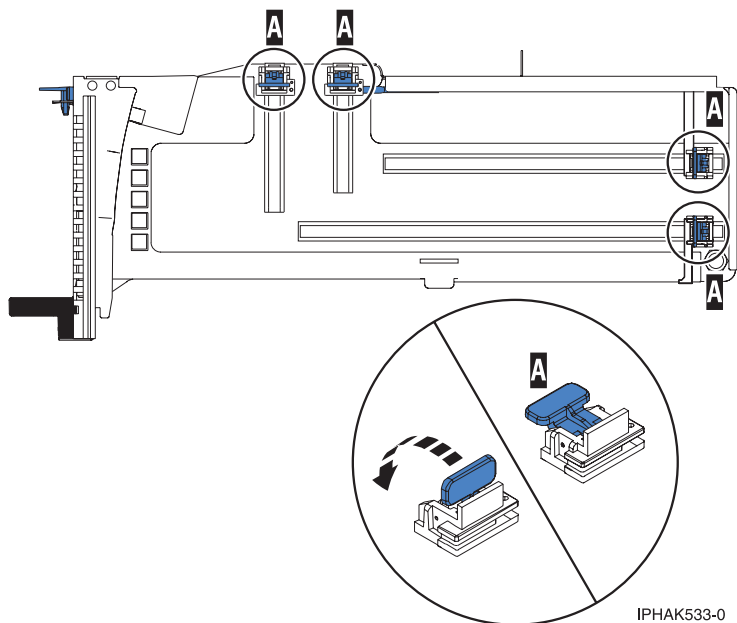

Abbildung 22. Adapterhalterungen in einer Kassette
- a. Stellen Sie sicher, dass alle Adapterhalterungen nach außen zu den Kanten der Kassette gedrückt wurden, damit der Adapter installiert werden kann. Siehe Abb. 22.